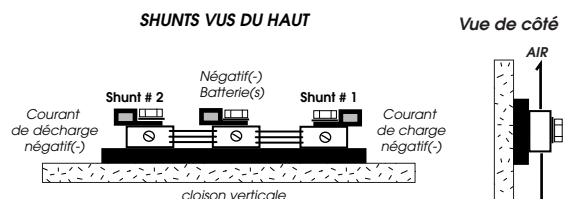

Figure 4: Installation typique du shunt double
Les figures 4, 5, 6 et 7 démontrent la façon adéquate d'installer le système DMM-1 avec des shunts. Le DMM-1 est calibré avec une longueur de 7,5 M (25 pieds) de fil no 18 et il est conseillé d'utiliser cette longueur de fil pour ne pas altérer la précision de lecture.
- 1- Le shunt double DOIT être monté **horizontalement** sur une **cloison verticale**, ce qui favorise une bonne aération et permet à l'air de circuler de bas en haut entre les petites plaques (voir figure 4).